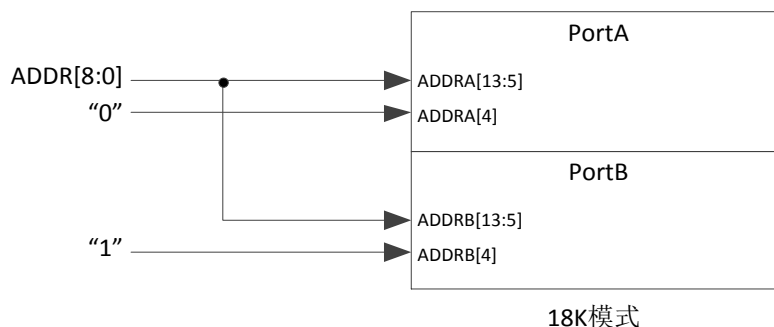

图 5-2 18K SP 模式的 32/36 bit 模式下 TW 和 RBW 模式地址线配置
- Port A 和 Port B 地址输入端口需同时接地输入; ADDRA[4]和 ADDR[4]需分别接 0 或者 1 (相反), 如图 5-2 所示: